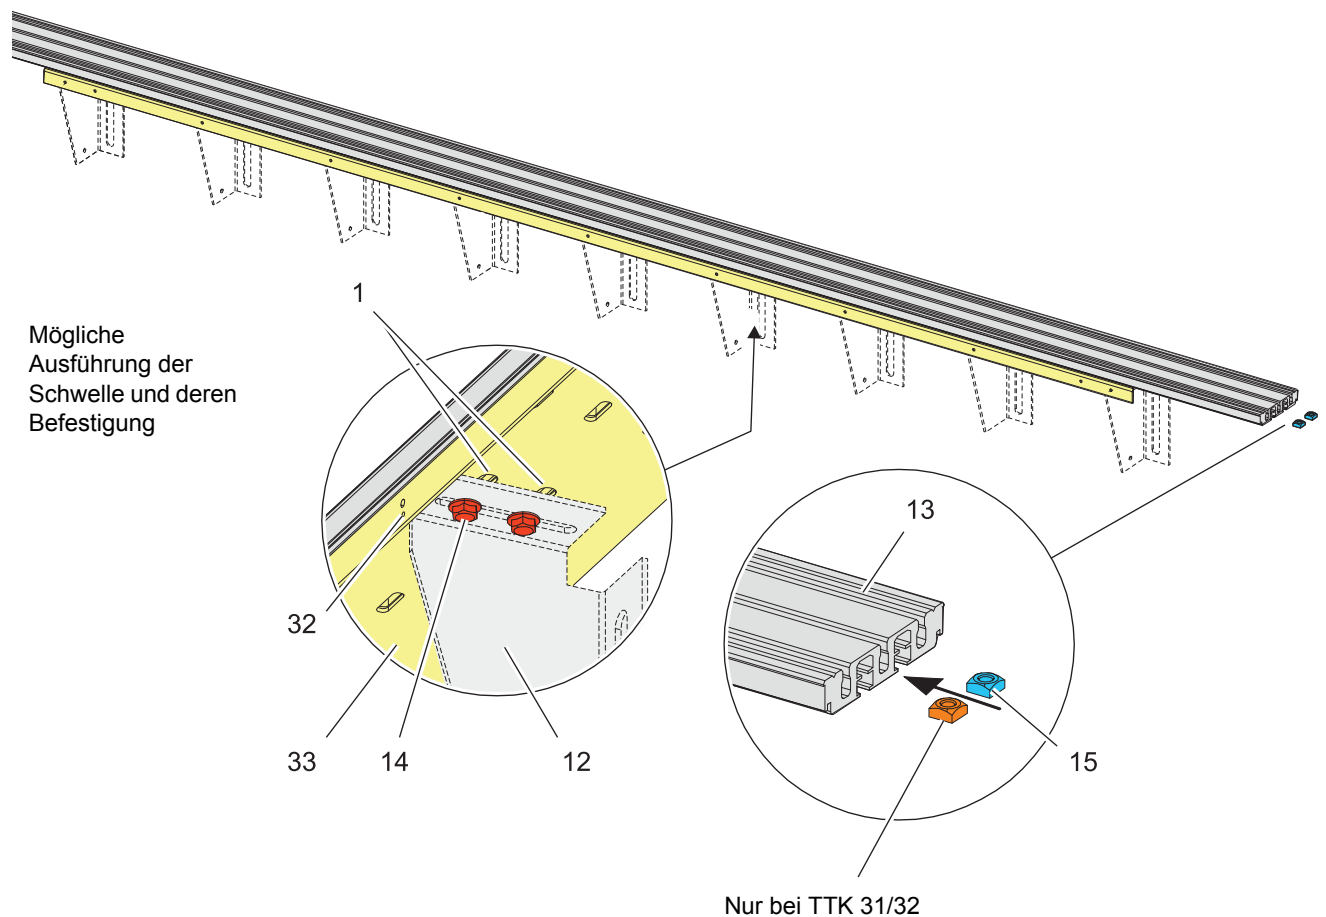

Abb. 5
- Schwelle zentral öffnende Tür: Mittig ausrichten. Der Schwellenmittelpunkt ist durch zwei Bohrungen (32, Abb. 5) im Schwellenunterbau gekennzeichnet.
- Schwelle einseitig öffnende Tür: An der Schließkante ausrichten. Die Schließkante ist durch zwei Bohrungen (32, Abb. 5) im Schwellenunterbau gekennzeichnet.